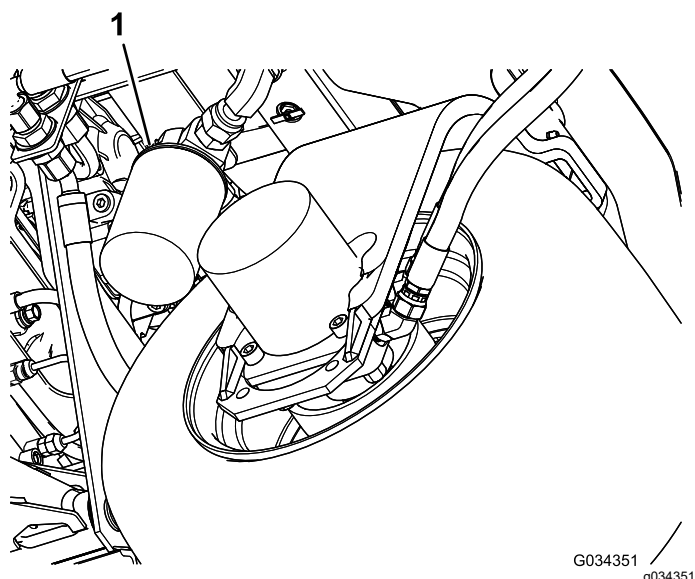

Figure 94
2. Nettoyez la zone autour de la surface de montage du filtre. Placez un bac de vidange sous le filtre (Figure 94) et enlevez le filtre.